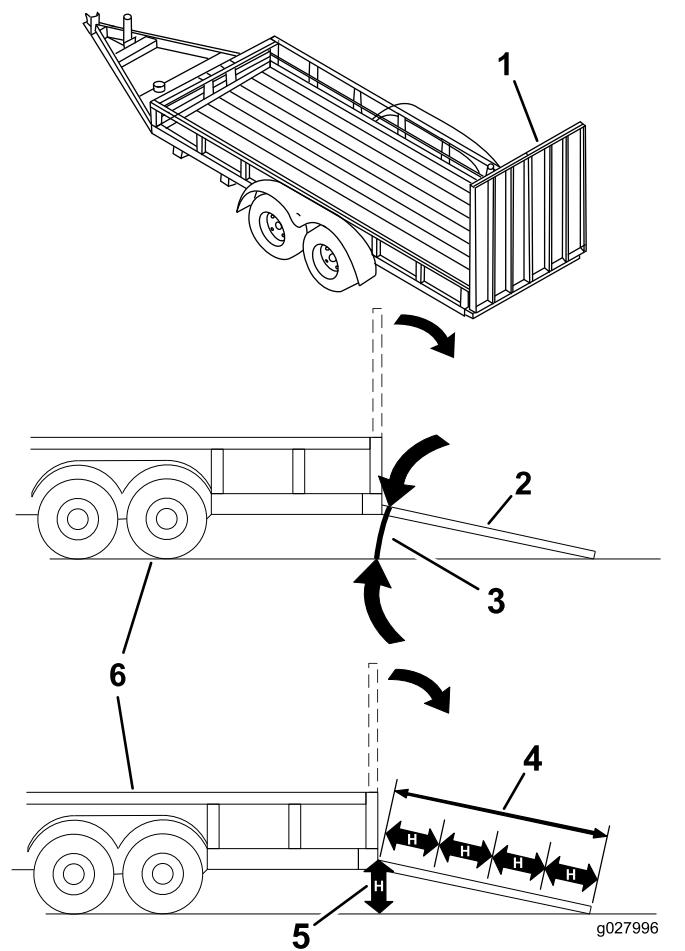

Figura 27
Colocar uma máquina num reboque ou caminhão aumenta a possibilidade de capotamento e pode provocar graves ferimentos ou morte (Figura 27).
3. Baixe a rampa, certificando-se de que o ângulo entre a rampa e o solo não é superior a 15 graus (Figura 27).
1. Baixe a rampa, certificando-se de que o ângulo entre a rampa e o solo não é superior a 15 graus (Figura 27).